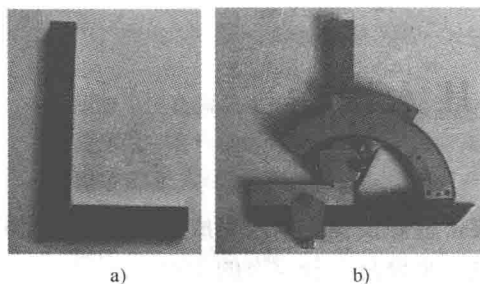

图 2-4 角尺
(4) 角尺 角尺有固定角尺和游标万能角度尺(见图 2-4)。固定角尺为直角尺,它是测量直角的量具,也是划平行线或垂直线的导向工具,同时还用来找正工件平面在划线平台上的垂直位置。万能角度尺有 I 型、II 型两种,其测量范围分别为 $0^\circ \sim 320^\circ$ 和 $0^\circ \sim 360^\circ$ 。